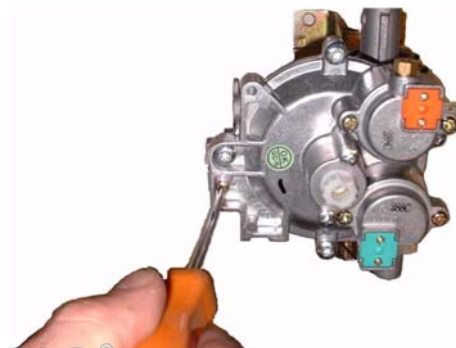

Bild 5
- Die Schraube von den Gasarmatur entfernen (Bild 5).